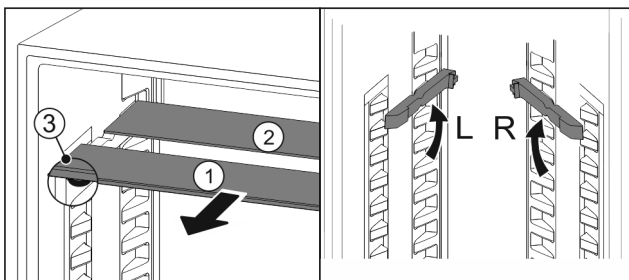

Fig. 112
- estrarre i ripiani di vetro singolarmente tirando in avanti Fig. 112 (1).
- Il piano in vetro Fig. 112 (1) con il motivo ornamentale è nella parte anteriore.
- I fermi Fig. 112 (3) sono rivolti verso il basso.